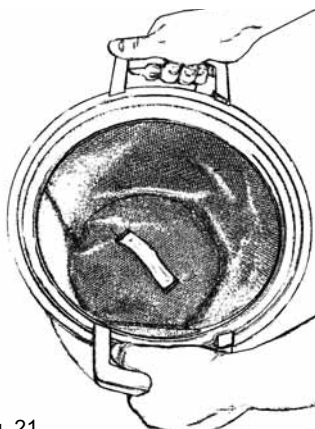

Fig. 21
3. Ne retirez pas le filtre du bac. Au lieu, secouez-le doucement à l'intérieur du bac pour que la poussière qu'il contient puisse tomber dans le fond du bac, figures 21 et 22.
1. Placez d'abord un sac papier si vous le désirez ; ensuite Replacez le filtre nettoyé/secoué ou utilisez un nouveau filtre dans le bac, fig. 21. Assurez-vous que le support du filtre s'emboîte dans le bord intérieur du bac à poussière. Veillez à ce que le filtre soit correctement positionné - la poignée en tissu du filtre doit être visible.